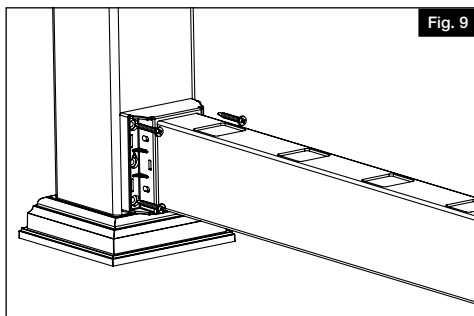

Fig. 9
- Coloque el primer tornillo #10 de $1\frac{1}{2}$ " a través del soporte inferior en el poste (Fig. 9).